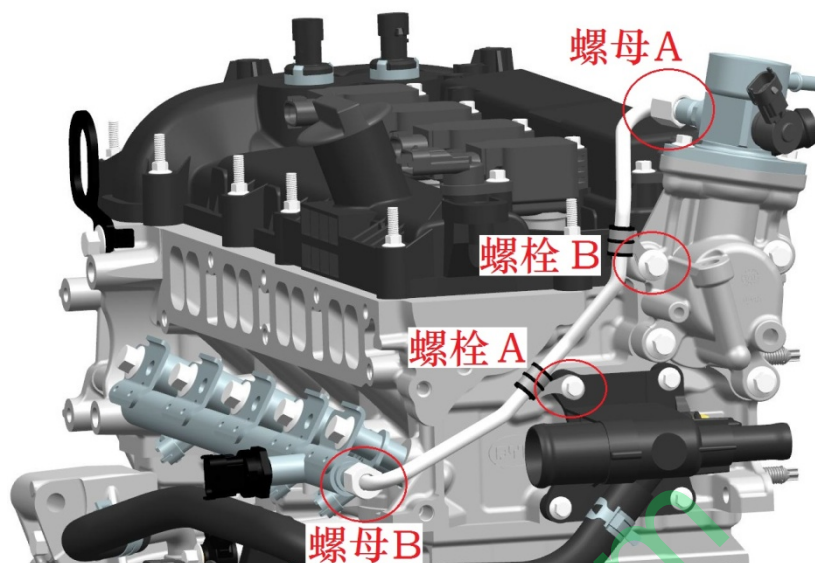

图 4.1
- 3、在高压油泵座垫片朝向气缸盖面凹槽处涂适量平面密封胶（图 4.1），将高压油泵座垫片和高压油泵座安装到缸盖上，用交叉法分次拧紧高压油泵座螺栓至规定力矩（见表 2.1）。